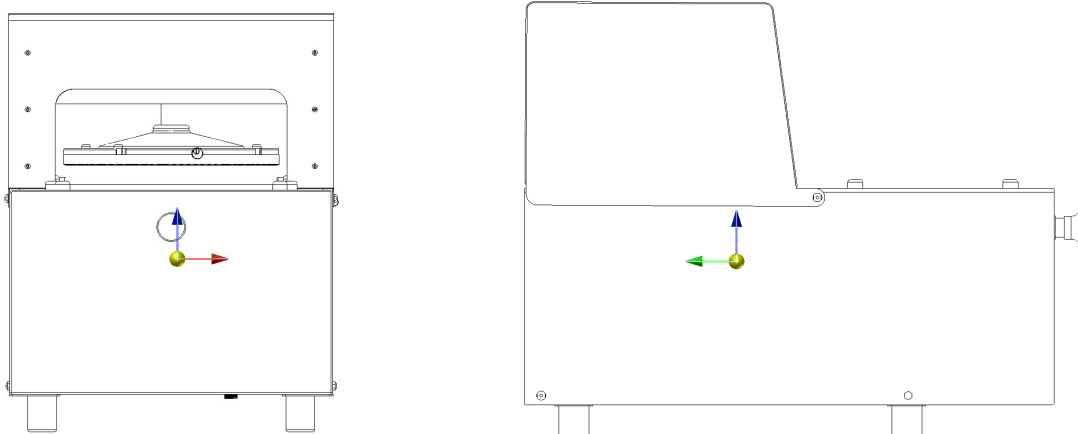

Abbildung 2 Schwerpunkt der MAGA Fleischpresse
Wenn möglich, transportieren Sie die Maschine und das Zubehör in der Verpackung so nah wie möglich an den Ort, an dem die Maschine aufgestellt wird. Seien Sie vorsichtig, wenn Sie eine Palette mit einem Gabelstapler transportieren. Der Schwerpunkt stimmt nicht zwangsweise mit dem Mittelpunkt der Verpackung überein (siehe Abbildung 2). Verwenden Sie 2 oder (besser) 3 Männer, um die Maschine ohne Verpackung zu transportieren. Halten Sie die Maschine am Boden des Gehäuses. Legen Sie die Kunststoff-Maschinenbeine auf das Gestell in die Gestellprofile. Achten Sie darauf, sich nicht die Finger einzuklemmen.
- Das obere Tablett unter dem Pressteller anbringen. (siehe Abbildung 2)